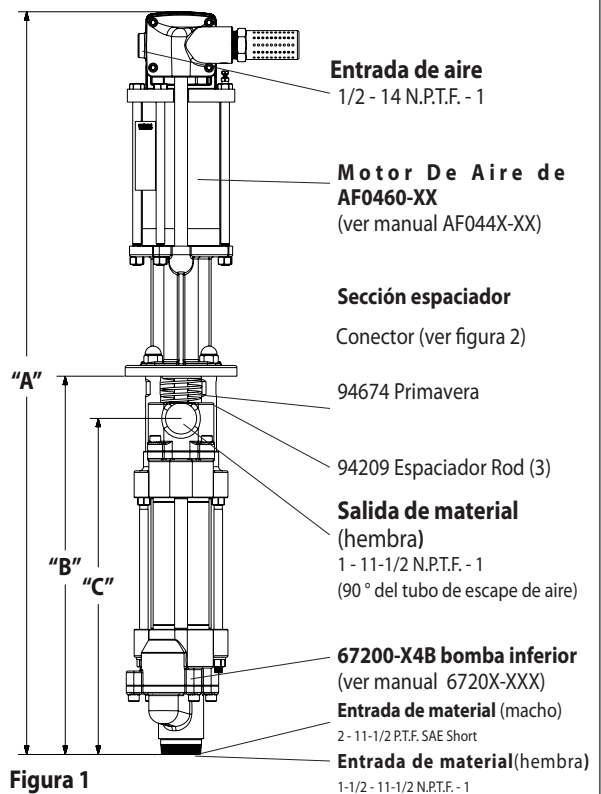

Figura 1
2. Retire los tres tornillos de cabeza (Y85-29-C) y las arandelas de seguridad de las tres varillas del espaciador (ver figura 1).